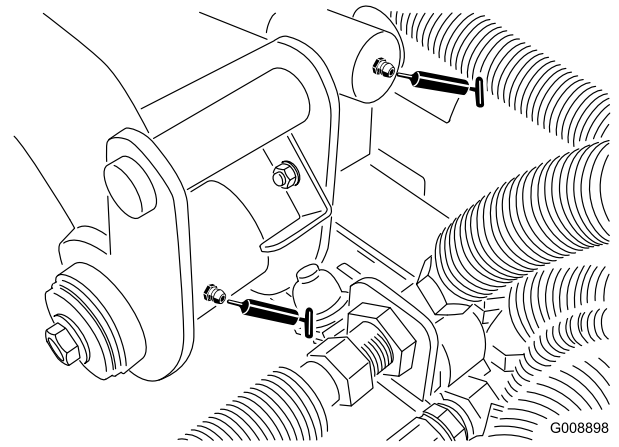

Figura 37
- Pivote y cilindro de elevación del brazo de elevación trasero (2 (Figura 37))